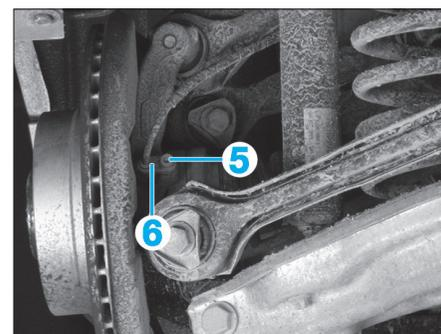

Fig. 43
- Déposer la vis à six pans creux (5) et extraire le capteur de vitesse de roue (6) de l'alésage (Fig.43).